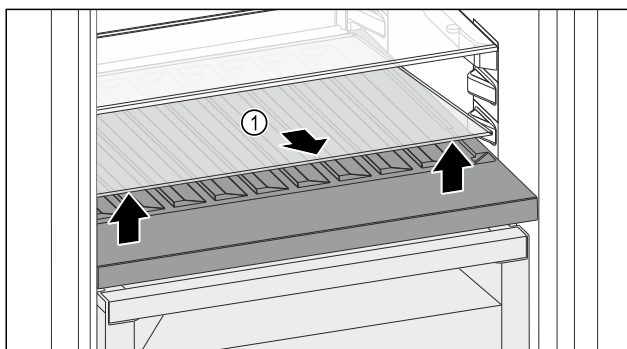

Fig. 180
- Podnieść płytę szklaną Fig. 180 (1) z przodu przy zagłębieniu i wyciągnąć.
- Przechować płytę szklaną Fig. 180 (1) w bezpiecznym miejscu poza urządzeniem.
- Włożyć płytę szklaną (2) pod regulowaną półkę na butelki.